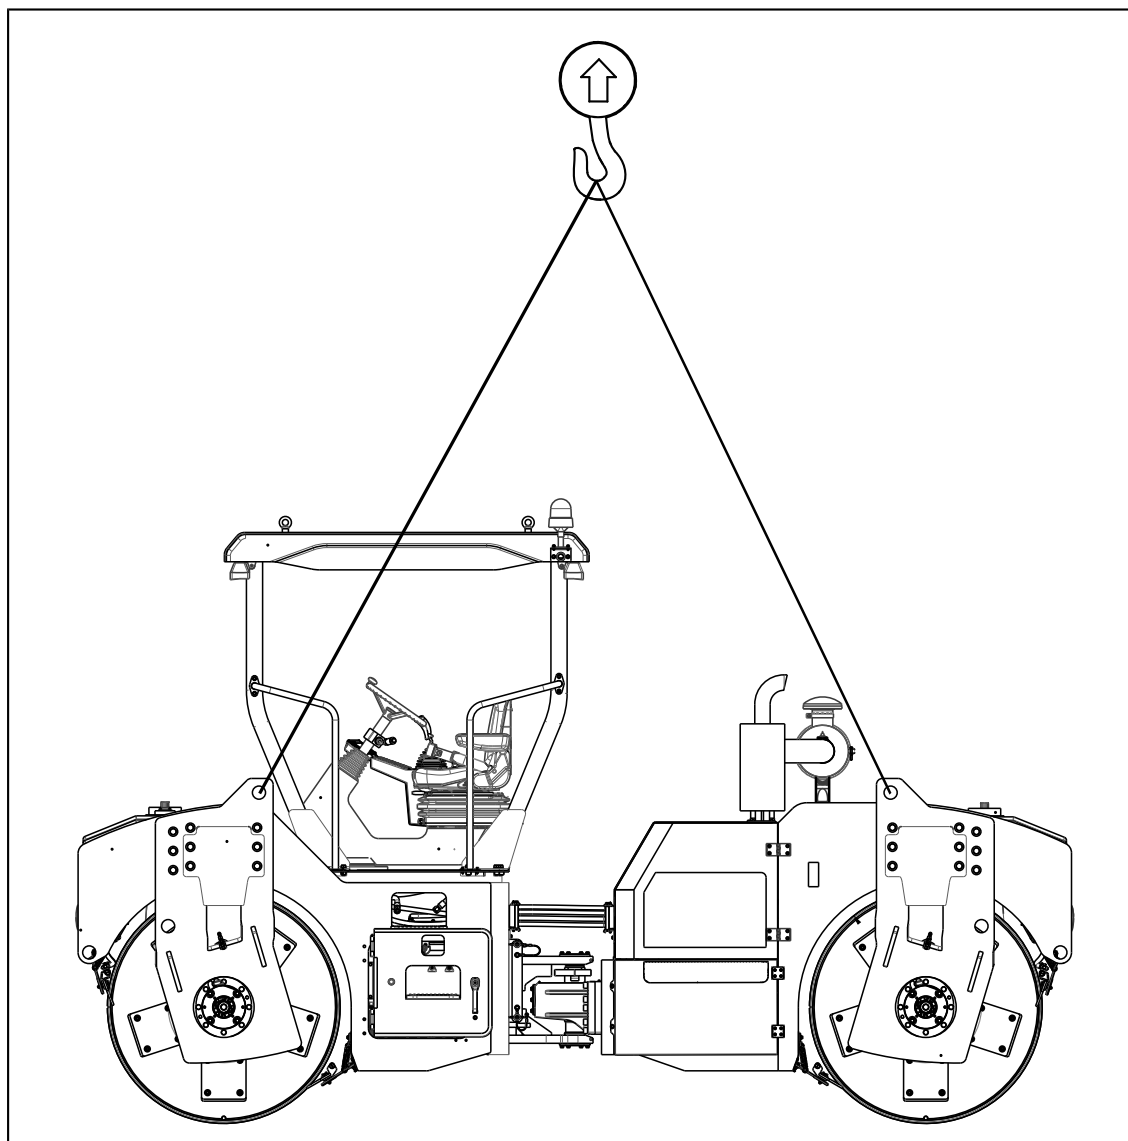

Рис. 4-4 Подъем дорожных катков
- Крюки, шкивы, железные цепи и тросы подъемных механизмов должны быть безопасными и надежными (см. Рис. 4-4) ;